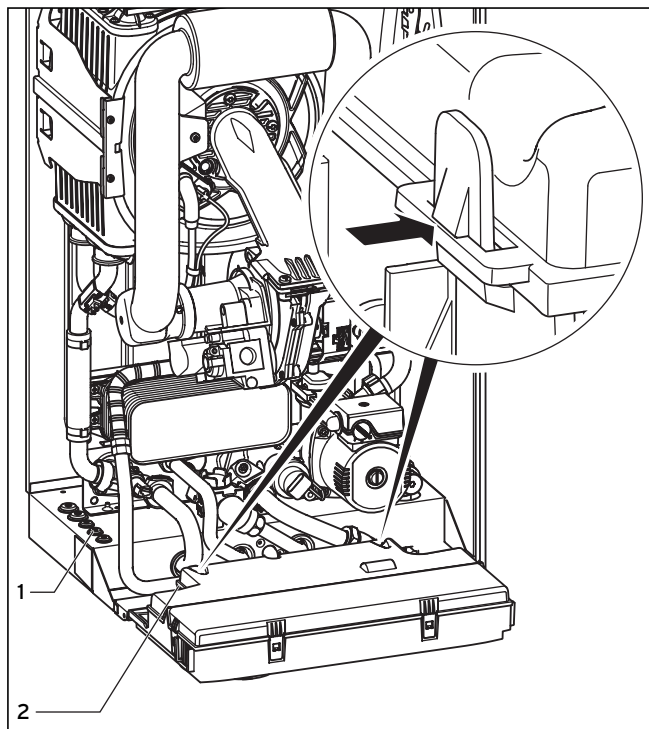

Рис. 5.8 Открытие задней стенки распределительной коробки
- Проведите соединительные кабели подключаемых компонентов через кабельные вводы (1) слева на нижней стороне аппарата, см. рис. 5.8.
- Затем введите соединительные кабели через кабельные вводы (2) в блок электроники и отрежьте их требуемым образом.